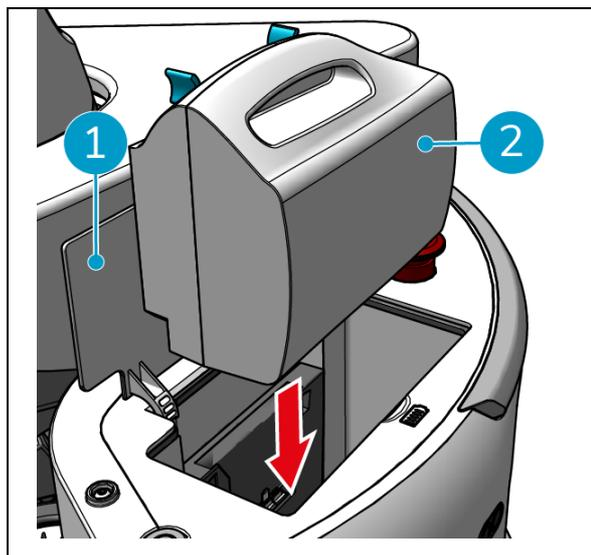

Figura 11
1. Aprire il coperchio del vano batterie sull'unità principale (Figura 11, pos. 1).
2. Spingere la batteria (Figura 11, pos. 2) nell'alloggiamento della batteria. Un clic indica che la batteria è bloccata.